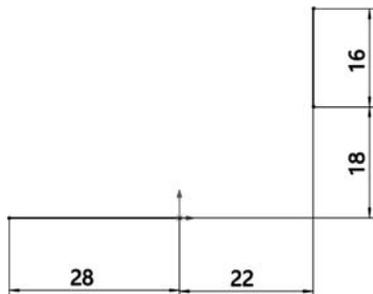
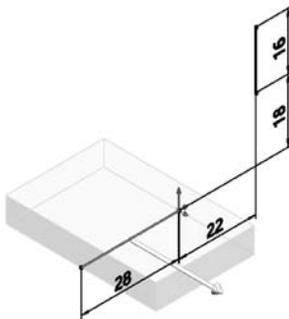

图 5-2 绘制草图
图 5-3 拉伸底座
(1) 在右视基准面绘制草图,如图 5-2 所示。
(2) 单击【特征】选项卡上的【拉伸凸台/基体】按钮,会出现【凸台-拉伸】属性管理器。
① 在【方向 1】组,从【终止条件】列表中选择【两侧对称】选项。
② 在【深度】文本框内输入 43.00mm。
③ 选中【薄壁特征】复选框。
④ 在【薄壁特征】组,从【类型】列表中选择【单向】选项。
⑤ 在【厚度】文本框内输入 7.00mm。
⑥ 如图 5-3 所示,在【所选轮廓】组,激活选中的轮廓,在图形区选择水平线,然后单击【确定】按钮。